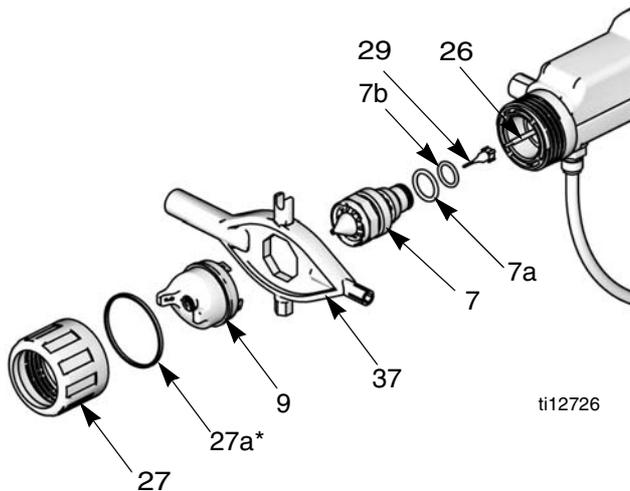

Fig. 13. Remplacement du capuchon d'air et de la buse
3. Retirez la bague de retenue (27) et le capuchon d'air (9). Consultez la FIG. 13.
4. Orientez le pistolet vers le haut et actionnez la gâchette tout en retirant l'ensemble de buse pour fluide (7) à l'aide de l'outil multifonctions (37).
3. Dévissez le pointeau pour fluide (29). Maintenez l'extrémité de la tige de presse-étoupe (26) pour éviter qu'elle ne tourne, FIG. 13.